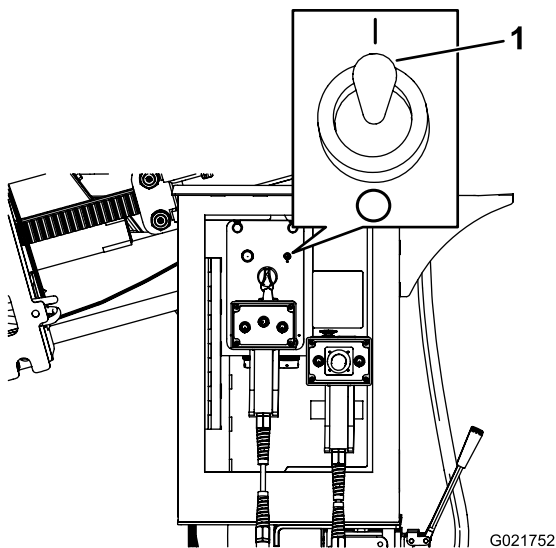

Figura 158
6. Ponga el interruptor de la manguera de pulverización en la posición de Encendido (Figura 158).